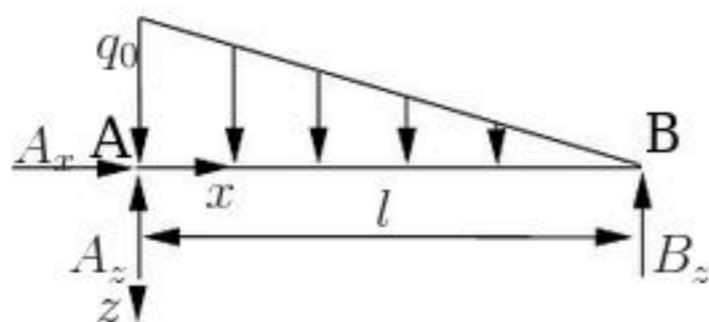

Abbildung 2.2: Balken mit Dreieckslast
2) Berechnung der Auflagerreaktionen (Abb. 2.2):